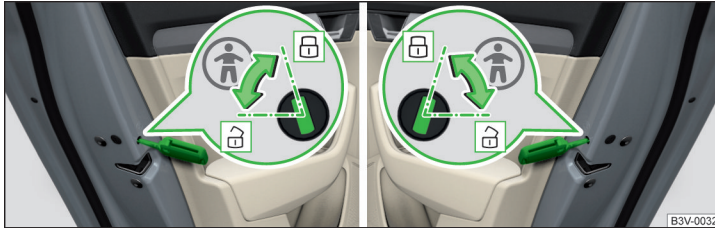

Abb. 35 Kindersicherung ein-/ausschalten: Tür hinten links/rechts
- Zum **Einschalten** die Sicherung mit dem Fahrzeugschlüssel in die Position  drehen » Abb. 35.